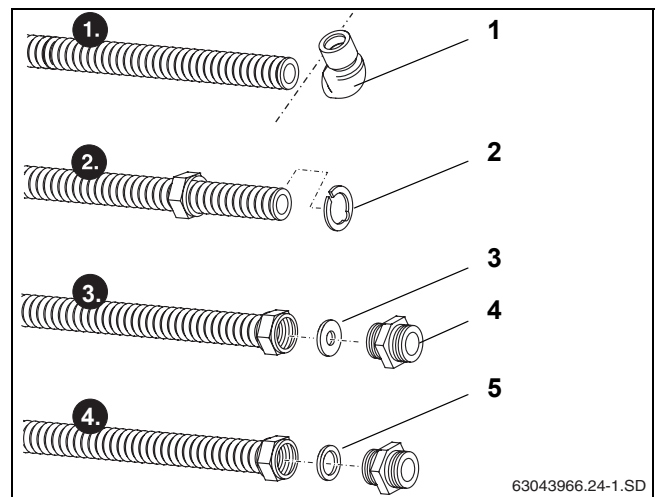

Fig. 52 Preparación del tubo de conexión
- Separar el codo (Fig. 52, [1]) del tubo de conexión mediante una herramienta para cortar tubos (Fig. 52 [1]).
- Colocar la arandela de sujeción (Fig. 52 pos. 2) por detrás de la primera onda y apriételas hasta unir las. La arandela de sujeción ha de asentarse de forma uniforme sobre el collar de la tuerca de racor.
- Colocar la arandela de carrocería (Fig. 52, pos. 3) en la tuerca de racor, antes de la superficie del corte del tubo de conexión.
- Enroscar el casquillo doble (Fig. 52, pos. 4) firmemente en la tuerca de racor para que se cree una superficie plana de obturación en el tubo de conexión.
- Colocar la junta (Fig. 52, pos. 5) y enrosque el casquillo doble.